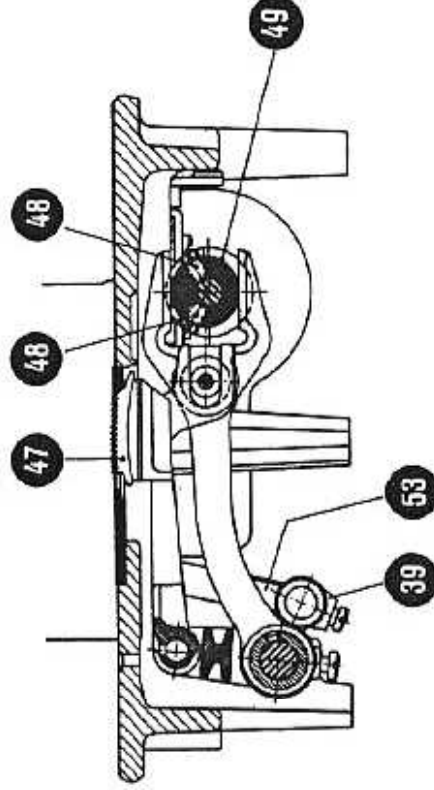

Abb. 16
Der Hub des Transporteurs, der an dem auf der Plattenwelle sitzenden Excenter (49) eingestellt wird (siehe Abb. 16), ist so einzustellen, dass in dem Augenblick in welchem die Spitze der Nadel (33) beim Abwärtsgang mit der Hubgabel umfasst. Man löst die beiden Befestigungsschrauben (48) und dreht den Excenter in die richtige Lage. Verdreht man den Excenter in der Laufrichtung der Nähmaschine, dann setzt der Hub früher ein, in der entgegengesetzten Richtung später. Anschliessend sind die Schrauben (48) wieder festzuziehen.